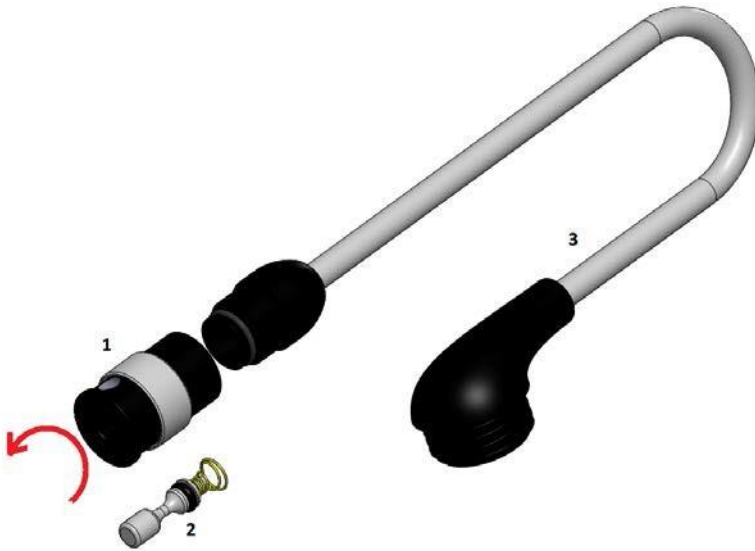

Abbildung 15
Die Düse besteht aus 3 Hauptbestandteilen. Um das Ventilgehäuse (1) und die Düse (3) zu trennen, muss das Ventilgehäuse gegen den Uhrzeigersinn gedreht werden– siehe Abbildung 15. Achtung: Wenn die beiden Teile auseinander geschraubt werden, fällt der Ventilkolben (2) leicht heraus.